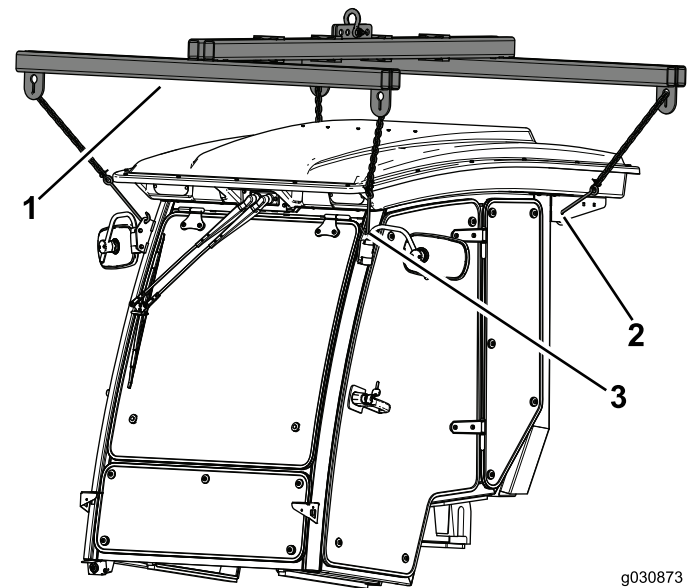

Figure 64
- 1. Utilisez les 4 points de levage pour soutenir la cabine au-dessus de la machine (Figure 64).